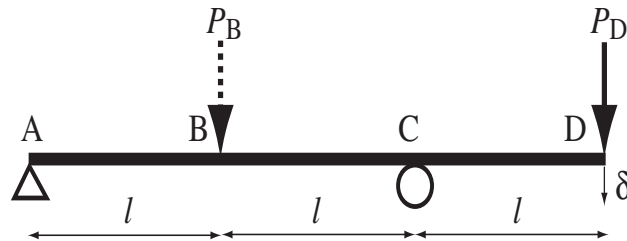

FIG. 3 Sidvy av balken i problem 3.
3. Balken i Fig. 3 har elasticitetsmodulen E , areatröghetsmomentet I och längder enligt figuren. Den belastas med en punktlast i ena änden (D).